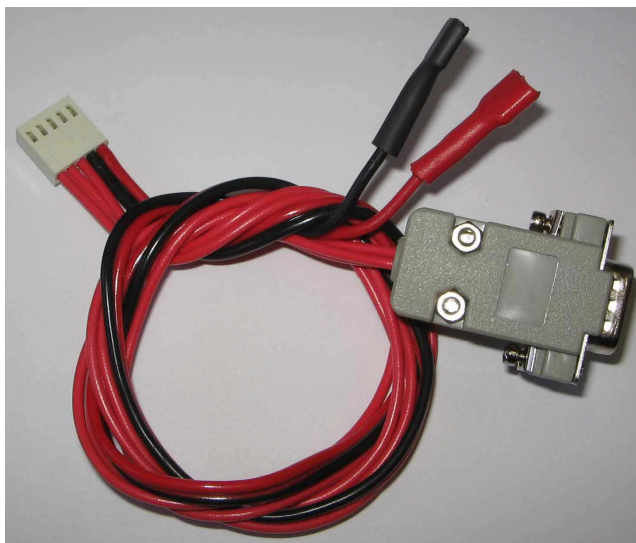

Рис. 2
- Разъем RS232 (предназначен для подключения переходного кабеля (рис.2) с клеммами питания от АКБ для программирования устройств через COM порт).